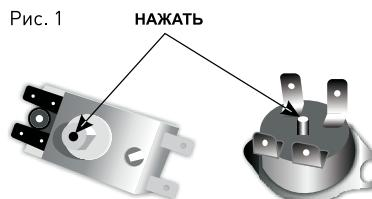

Рис. 1 НАЖАТЬ
3. Нажмите на кнопку, расположенную на термостате, для приведения ЭВН в обычный режим работы (Рис. 1).